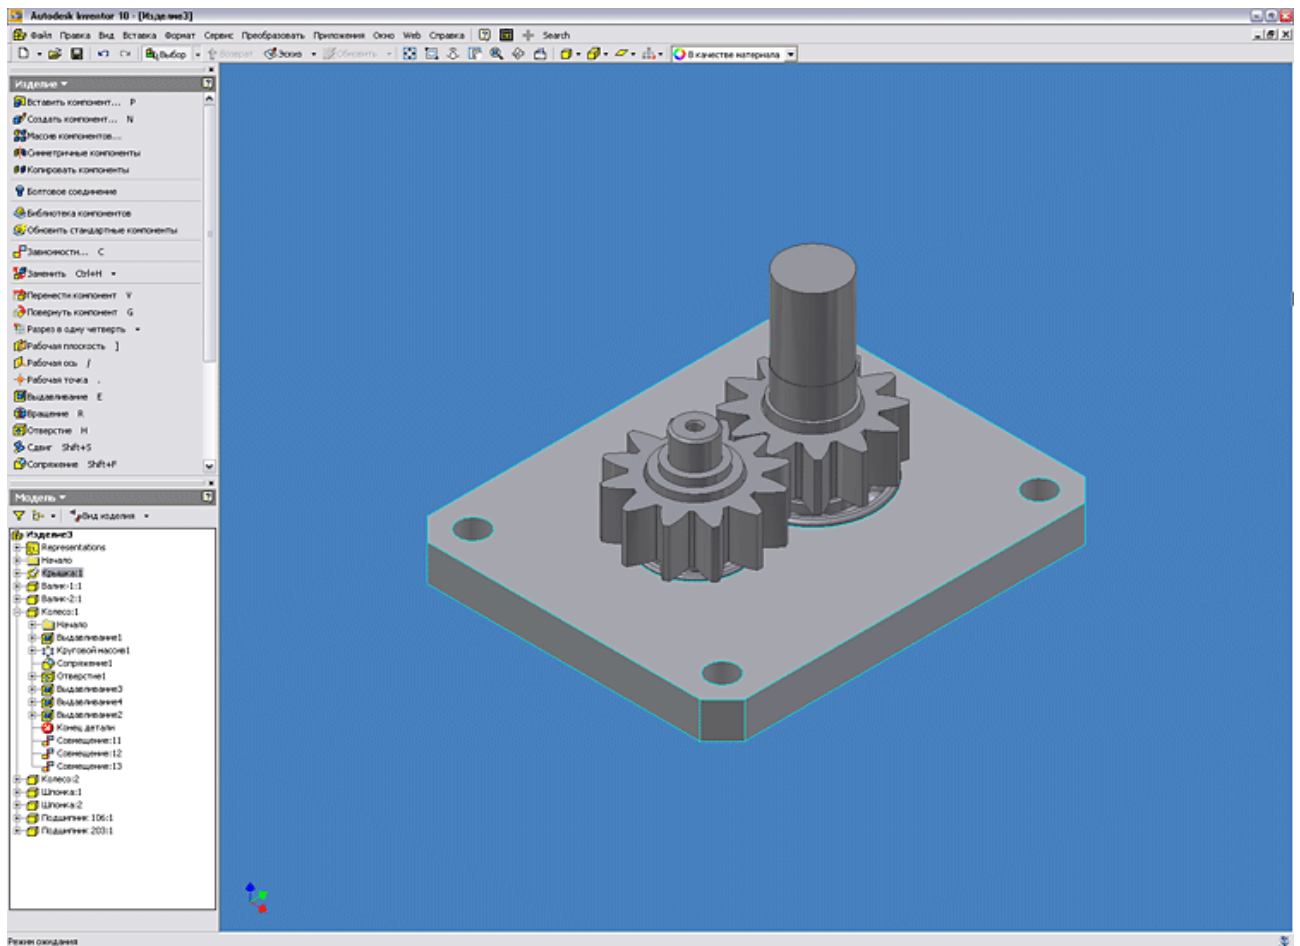

Рис. 9
9. Аналогично производим наложение статических зависимостей на оставшиеся детали сборки (см. Рисунок 9).